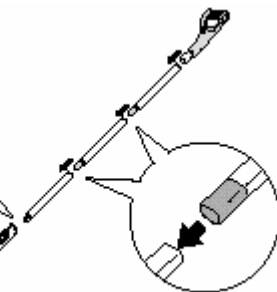

Fig. 3
3. Ensamblar los tubos metálicos de extensión metiendo el inserto plástico en el tubo correspondiente y empujándolo hasta que sólo una pequeña porción del inserto quede visible o hasta que no se pueda seguir empujando en el tubo. Instalar el conjunto de tubos ensamblados en el mango superior (Fig.3).